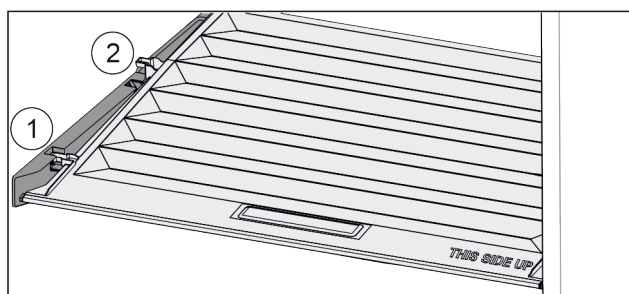

Fig. 134
- ▶ Trekk dekkelet til åpningen i holdedelene fremover Fig. 134 (1).
- ▶ Løft ut nede bak og ta opp og ut Fig. 134 (2).